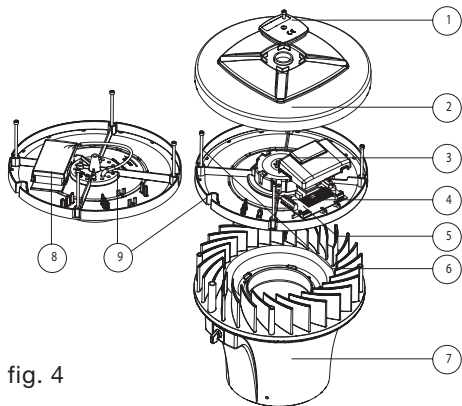

fig. 4
- 1 Dévissez le boulon à six pans creux M5 (fig. 4 pièce 1) et retirez le bouchon d'air ainsi que le couvercle du ventilateur.
pans creux M5 (fig. 4 pièce 1).